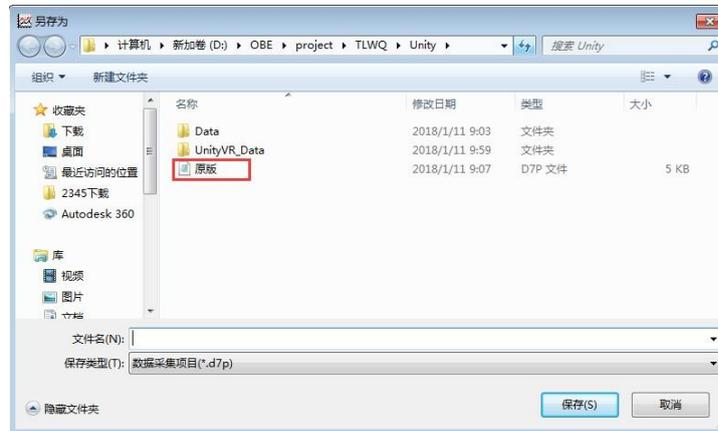

图15.8
14.6)：点击右侧菜单栏的  图标，然后再弹出的窗口（参考图15.8）中选择“原版”文件作为数据保存文件。